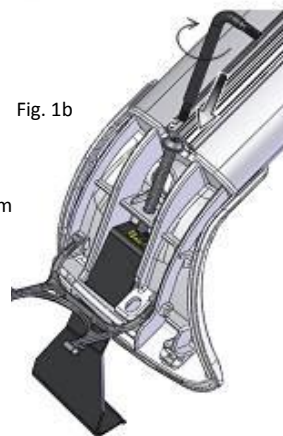

Fig. 1b
4. Utiliser la clé en "L" fournie pour insérer les boulons dans les écrous à cage (Fig 1b). Le « L » clé est situé à l'intérieur de l'appui.